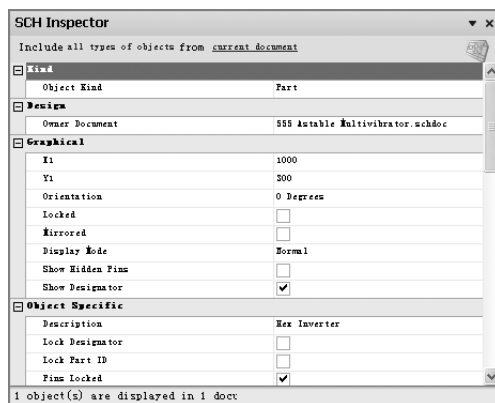

图 2-17 “SCH Inspector”对话框
- “双击运行检查”：双击运行检查器。若选定该复选项，则当在原理图上双击一个对象时，弹出的不是“Properties for Schematic Component in Sheet”（原理图元件属性）对话框，而是如图 2-17 所示的“SCH Inspector”对话框。建议用户不选该复选项。